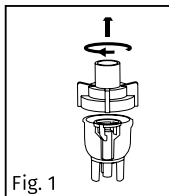

Fig. 1
3. Rotiți atent partea superioară a camerei nebulizatorului invers acelor de ceasornic și deconectați-o de la partea inferioară (Fig. 1).